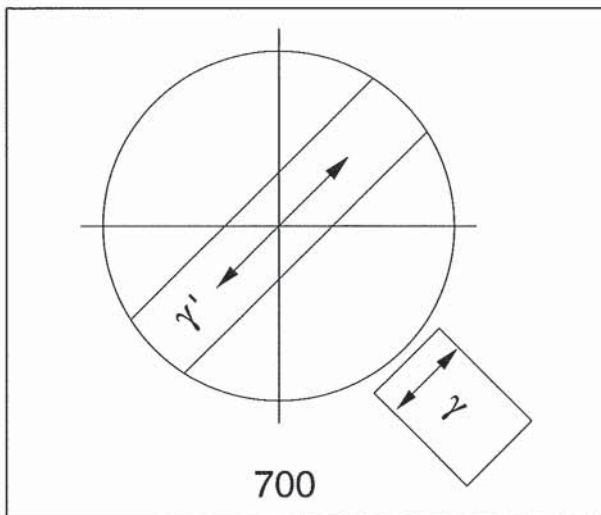

Bild 4-6 Gamma-Richtung
- Kristalle aussuchen, die in Gamma-Richtung orientiert vorliegen (Bild 4-6).